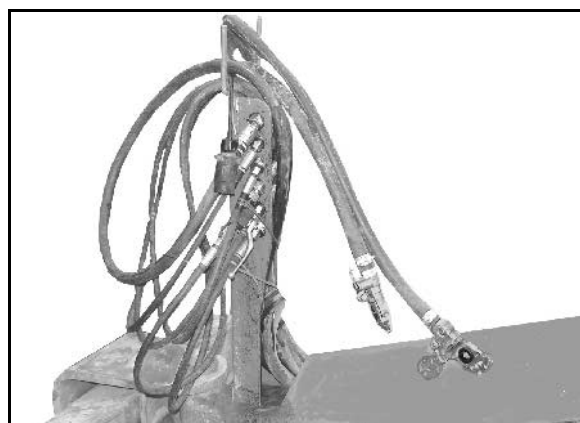

Fig. 14
3. Fastgør hydraulikstikkene i parkeringskoblingerne (Fig. 14).